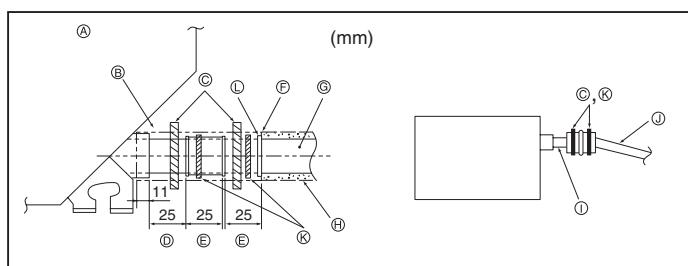

Fig. 3-5
- ⑨ Tube en PVC de D.E.ø32
- ⑩ Passage aussi long que possible.
- ⑪ Appareil intérieur
- ⑫ Prévoir un orifice suffisamment grand pour la mise en place groupée des tuyaux.
- ⑬ Pente descendante (1/100 ou plus)
- ⑭ Tube en PVC, D.E.ø38 pour la mis en place groupée des tuyaux. (isolant de 9 mm ou plus)
- ⑮ Jusqu'à 85 cm
1. Raccorder la prise d'écoulement (fourni avec l'appareil) au port de drainage. (Fig. 3-5) (Apposer le tube à l'aide de ruban adhésif en PVC puis le fixer avec une sangle.)
- ⑯ Appareil
- ⑰ Matière isolante
- ⑱ Courroie (grands)
- ⑲ Port de drainage (transparent)
- ⑳ Marge d'insertion